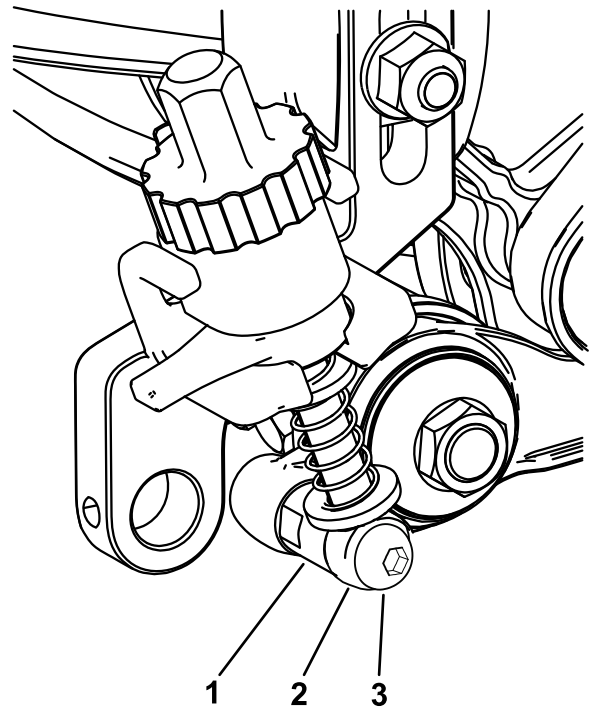

图 23
5. 如图 23 所示在总轮总成侧将轴肩螺栓穿过调整臂杆安装到调节环中从而将调整臂组件杆固定到总轮总成上紧轴肩螺栓扭矩至 2026N·m。